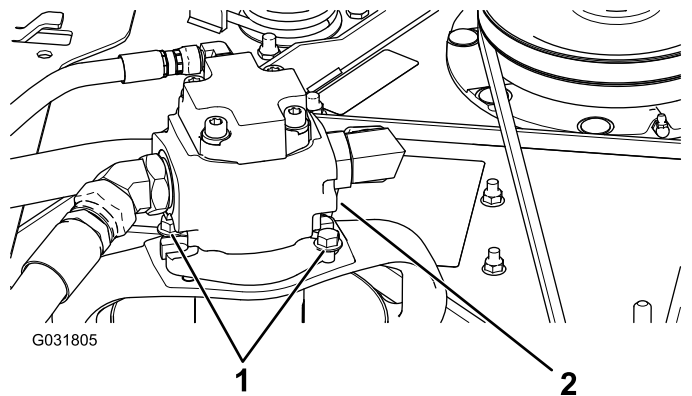

Рисунок 125
5. Снимите болты крепления гидромотора к режущему блоку (Рисунок 125).
3. Снимите болты крепления гидромотора к режущему блоку (Рисунок 125).